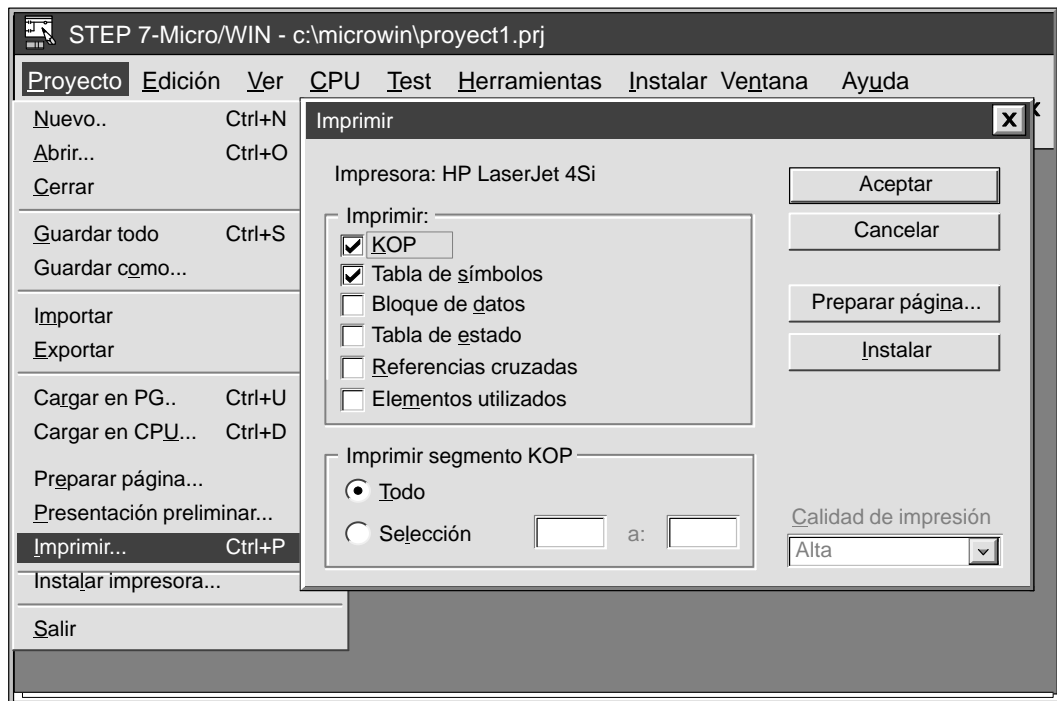

Figura 5-24 Cuadro de diálogo "Imprimir"
1. Elija el comando de menú **Proyecto ► Imprimir....** Aparecerá el cuadro de diálogo "Imprimir" que muestra la figura 5-24.